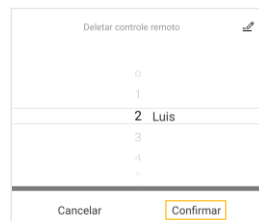

Figura 21
2. En la pantalla '**Borrar control remoto**', seleccione la posición guardada del control que desea eliminar y, a continuación, seleccione '**Confirmar**' (figura 21) en la esquina inferior derecha.